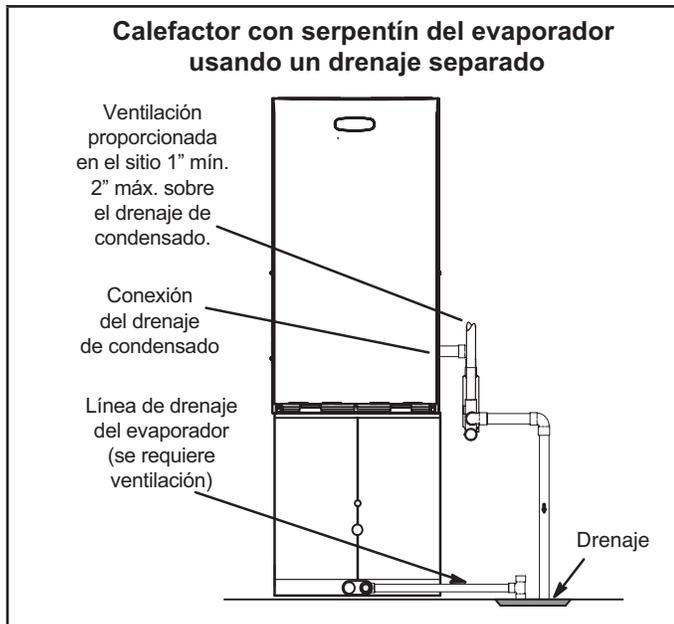
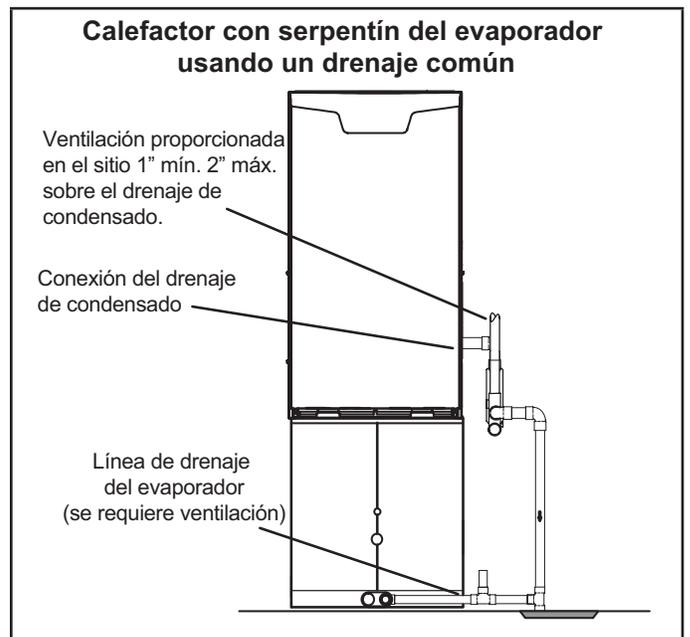

FIGURA 40
FIGURA 41
- 4 - En la FIGURA 40 se muestra el calefactor y el serpentín del evaporador con un drenaje separado. Si es necesario, la línea de condensado del calefactor y del serpentín del evaporador se pueden drenar juntas. Ver la FIGURA 41 y la FIGURA 42. La ventilación proporcionada en el sitio debe ser de un largo mínimo de 1" hasta un largo máximo de 2" arriba de la conexión de la salida de drenaje de condensado.